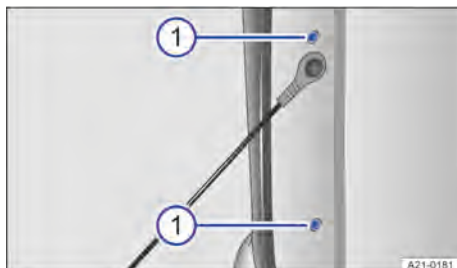

Fig. 159 En el lateral de la superficie de carga: desmontaje del grupo óptico trasero.
4. Desenrosque los dos tornillos con el destornillador → fig. 159 ①.
- Apriete los dos tornillos con el destornillador → fig. 159 ①.